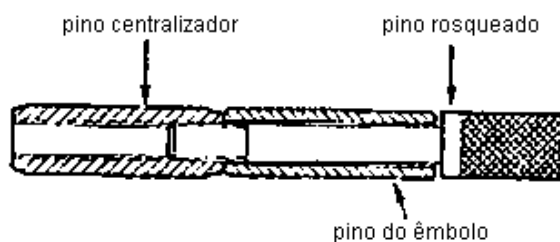

Figura 52: Montagem do pino do êmbolo na ferramenta.
- 3 . Instalar o novo pino de êmbolo, encaixando-o no pino rosqueado; predê-lo, rosqueando manualmente o pino centralizador (Figura 52);